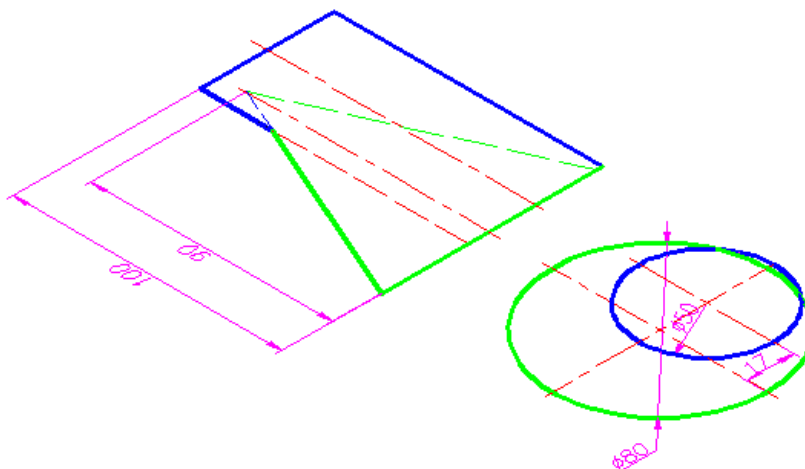

Рис. 9
3. На панели **Вид** щелкнуть по кнопке **Ю-З изометрия** (). На экране получим аксонометрическое изображение (рис. 9).